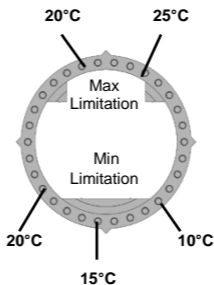

Fig 4
3. Entfernen sie die Begrenzungsstifte und stecken sie in die dafür vorgesehenen Löcher des gewünschten Einstellbereiches (Fig.4)